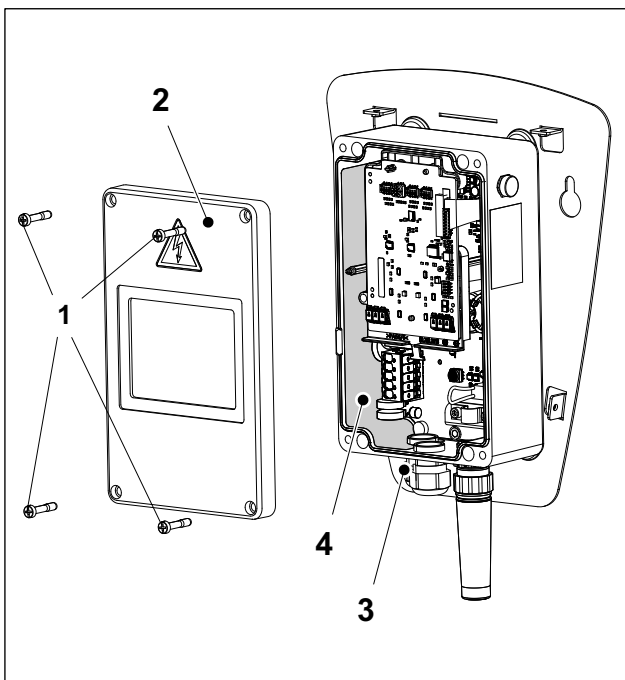

Abb. 4 Wallbox Energy Control, geöffnetes Elektronikgehäuse
1. Die vier Schrauben (Abb. 4/1) lösen und den Deckel des Elektronikgehäuses (Abb. 4/2) abnehmen.
2. Die Kabelverschraubung ESKV25 (Beipackzubehör) mit dem dazugehörigen Dichtring EADR25 (Beipackzubehör) in das Elektronikgehäuse einschrauben (Abb. 4/3) und festziehen (8 Nm).
5. Die Hinweise auf dem Aufkleber (Abb. 4/4) beachten und danach den Aufkleber an der Kabelführung durchstoßen.
9. Den Deckel des Elektronikgehäuses (Abb. 4/2) aufsetzen und die vier Schrauben festziehen (2,5 Nm).